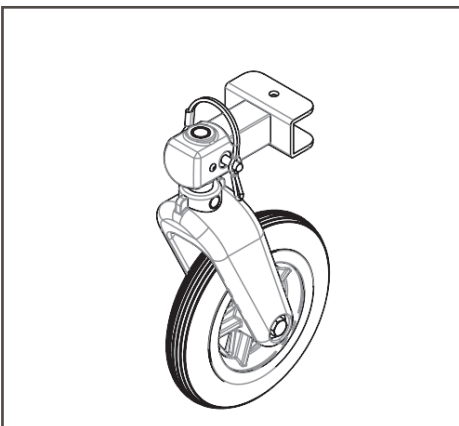

図30
1. スイベルホイールをクイックリリースピンを使ってホイール取り付けブラケットに取り付けます (図30)。